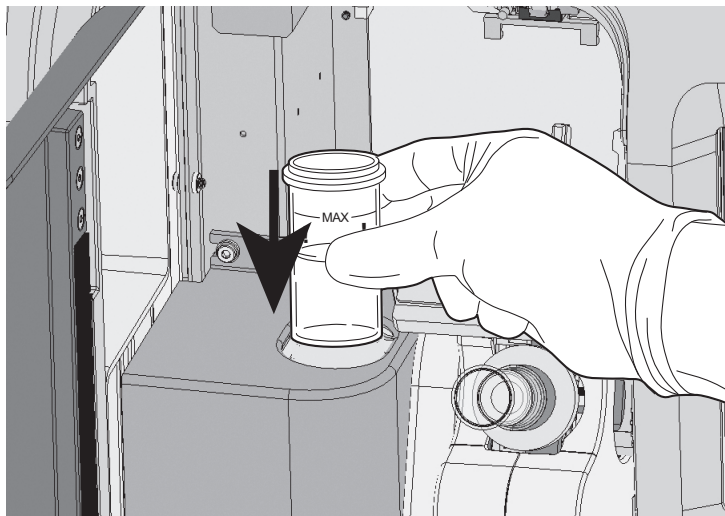

Figura 7-9 Colocação do banho fixador
2. Coloque o banho fixador no seu respectivo suporte antes de executar um processo que transfira células da amostra para uma lâmina de microscópio ThinPrep. O fundo do banho fica apoiado na base do suporte. Consulte Figura 7-9.